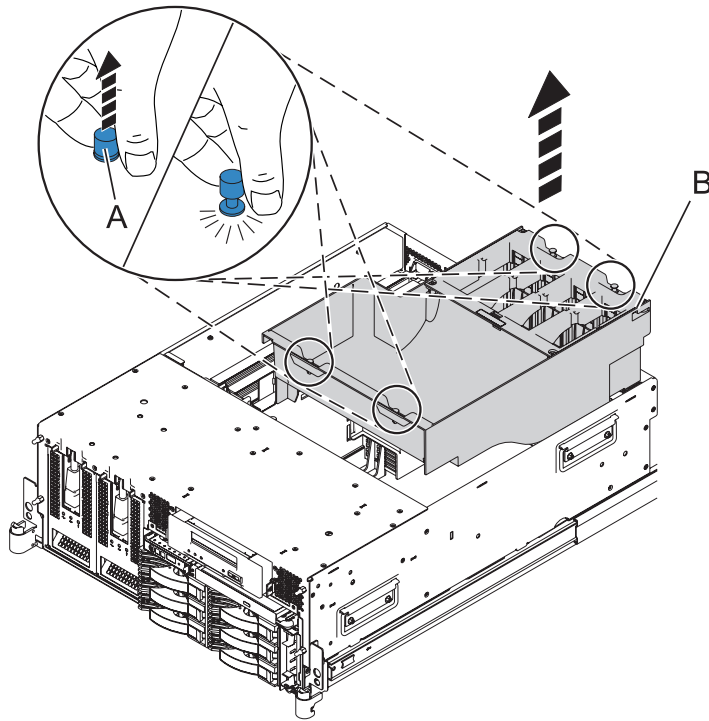

Figure 21. Retrait de la grille d'aération
10. Retirez la grille d'aération en soulevant chacune des quatre languettes de verrouillage (A) puis en extrayant la grille d'aération (B) du système comme illustré à la figure 21, à la page 26.